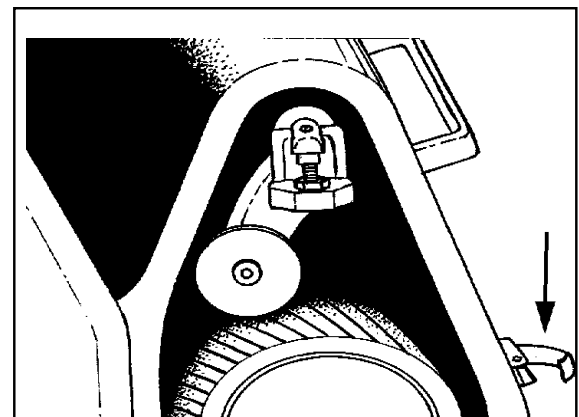

Figure 12
7. Insérez une nouvelle bande abrasive en la glissant au-dessus du rouleau compensateur et du tambour (voir figure 12).